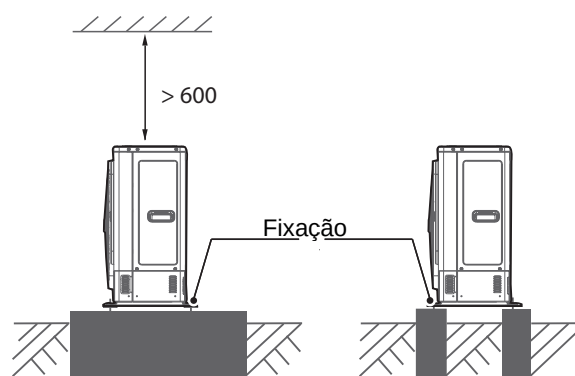

Fig.3-7
- Faça uma base de concreto de acordo com as especificações da unidade exterior (Veja Fig.3-7).
- Fixe firmemente os pés da unidade com parafusos para evitar que esta seja deslocada em caso de terremoto ou vento forte. (Consulte a Fig. 3-7)